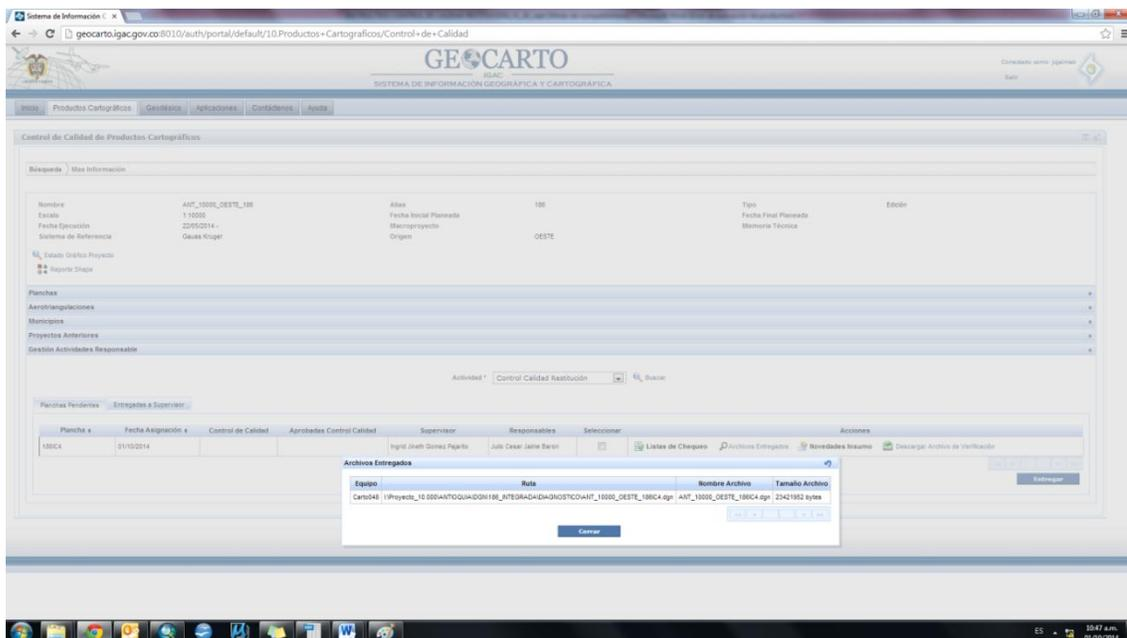

Figura 10. Características archivo asignada en el aplicativo GEOCARTO
- Verifique la ubicación del archivo que va a trabajar, la cual puede ver descargando el archivo de verificación; una vez descargado lo puede visualizar en el programa “GEOCARTO Verificar Archivos” en el menú inicio del computador. Descargue y verifique la ruta del archivo a revisar, el tipo, peso, nombre, la fecha de modificación, entre otros. O si lo prefiere, en la acción “Archivos Entregados” puede ver un resumen de ese archivo. (Ver Figura 10).